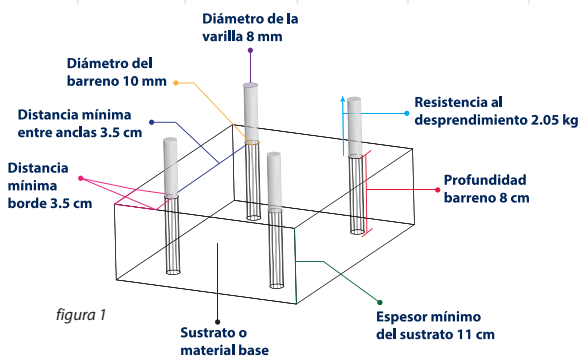

figura 1
* Consultar ejemplo de referencia en la figura 1